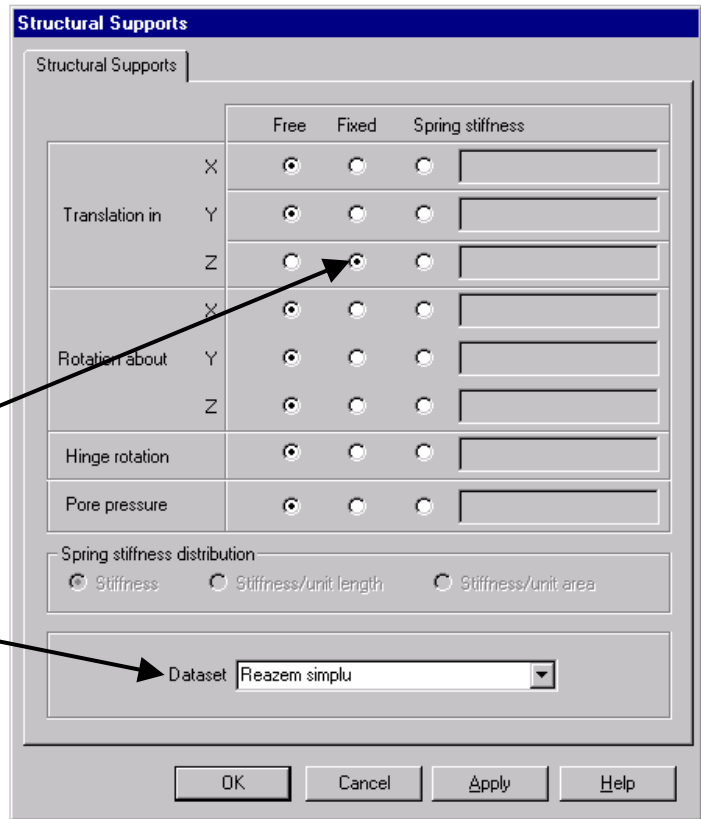

Fig. 14
- în caseta de dialog se definesc condițiile de rezemare: translația după axa **Z** împiedicată (**Fixed**) (fig. 14)